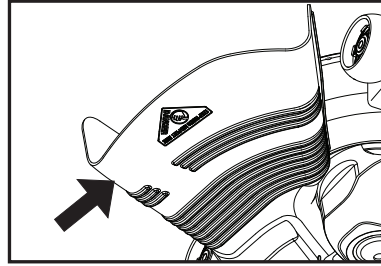

Fig. 10
- PRECAUCIÓN:** No opere la segadora sin, ya sea, el recogedor de césped completo en las segadoras así equipadas o con la protección contra la descarga en su lugar (Vea Fig. 10).